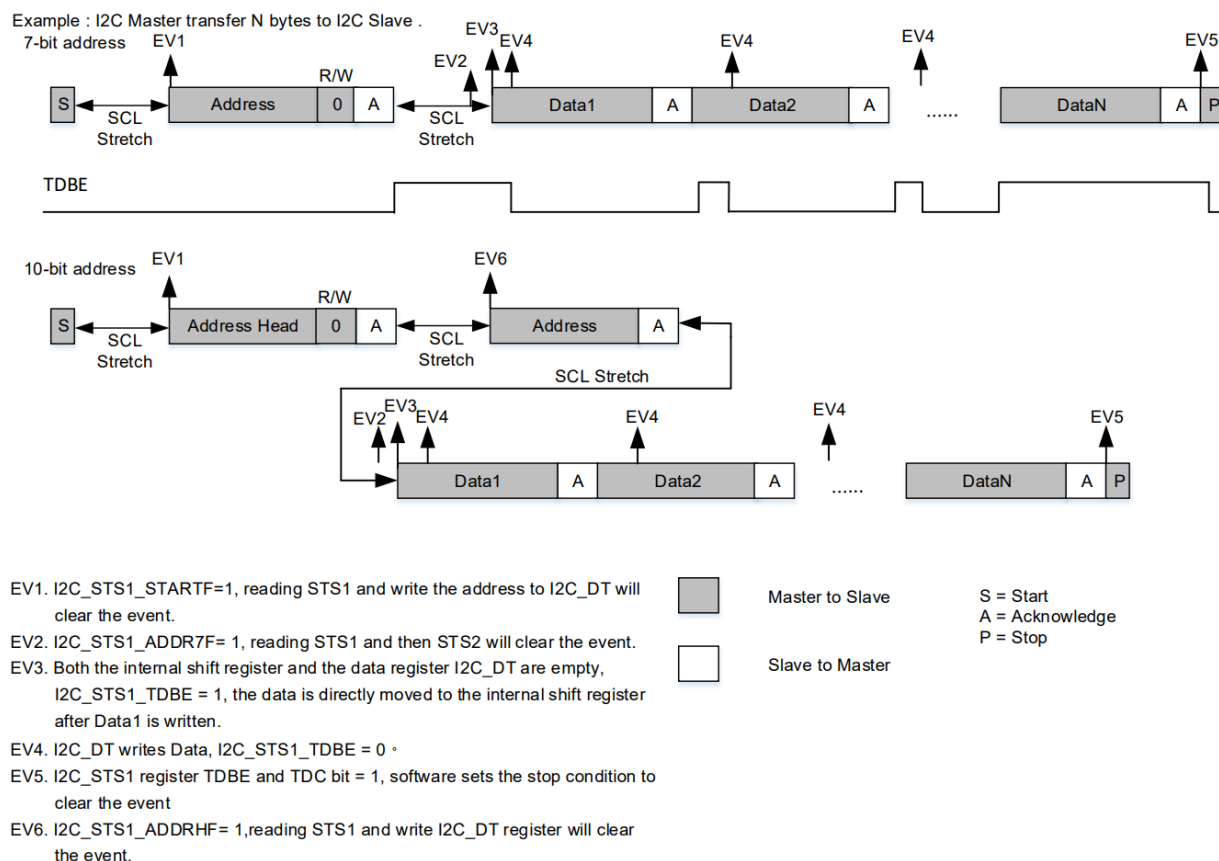

Рисунок 3.4 – Схема работы шины I2C
- Для начала передачи по I2C мы должны установить бит START (см. рис. 3.4 в единицу). Это запустит передачу данных (при успешном подтверждении адреса Slave устройством).